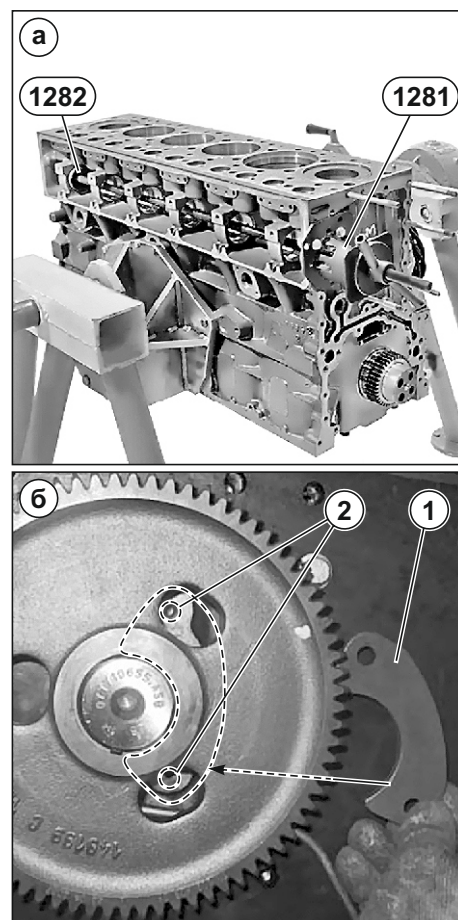

Рис. 107. Установка вала распределительного.
2. Установить втулки в блок цилиндров, совместив отверстия маслоканалов. Для этого необходимо использовать приспособления **1281 + 1282** (см. **Рис. 107а**).
6. Закрепить фиксатор осевой вала распределительного **(1)** к блоку через отверстия в шестерне двумя винтами **(2)** моментом $M_{кр} = 30 \pm 6$ Нм (нанести на резьбу болтов герметик "Локтайт 542") (см. **Рис. 107б**).